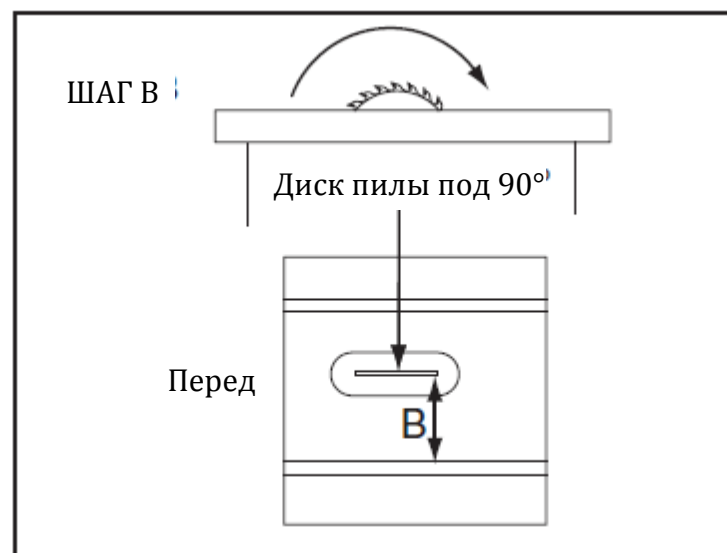

Рис. 68. Измерение расстояния от паза поворотной головки до твёрдосплавной накладки на противоположной стороне вставки стола
5. Переместить регулируемый угольник вниз к другому концу вставки стола и сравнить расстояние от маркированной накладки до торца регулируемого угольника, как показано на рис. 68.